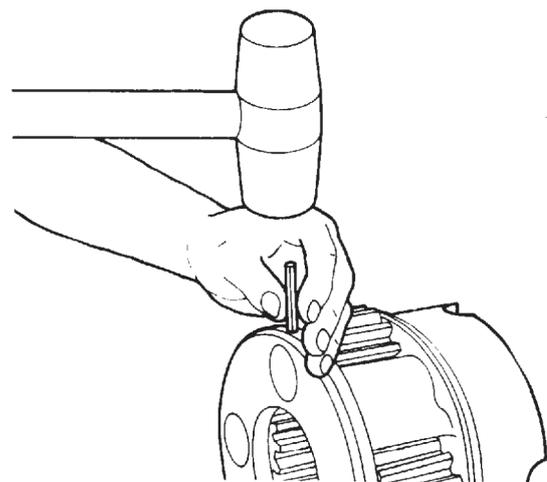

Figura 65
- D. Instale os pinos de travamento. (Figura 65);